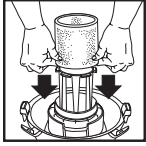

FIGURA 26
40. Con la tapa del depósito en posición invertida, deslice la manga de hule-espuma hacia abajo sobre el alojamiento de la tapa jalando hasta que la manga cubra completamente el alojamiento de la tapa. **FIGURA 26.**